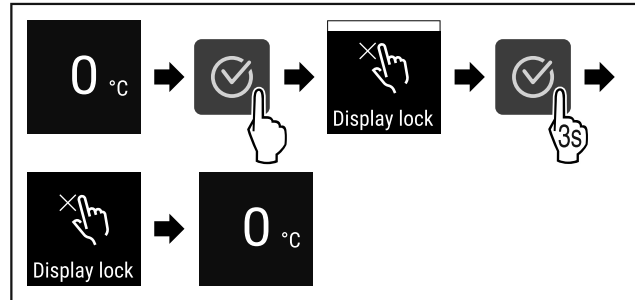

Fig. 77
- ▶ Εκτελέστε τα βήματα ενεργειών (βλέπε Fig. 77).